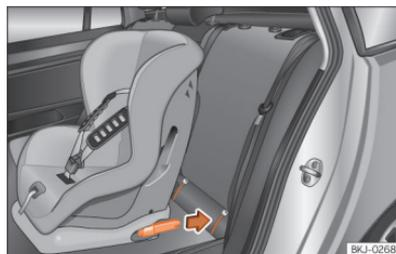

Fig. 38 Bancos traseiros: colocação da cadeira de criança com sistema ISOFIX.
- Insira a cadeira para crianças nas argolas de fixação ISOFIX ou i-Size até se ouvir o seu encaixe »» Fig. 38. Se a cadeira de criança dispuser de fixação Top Tether, encaixe-a no respetivo anel »» Página 60. Siga as instruções do fabricante da cadeira de criança.